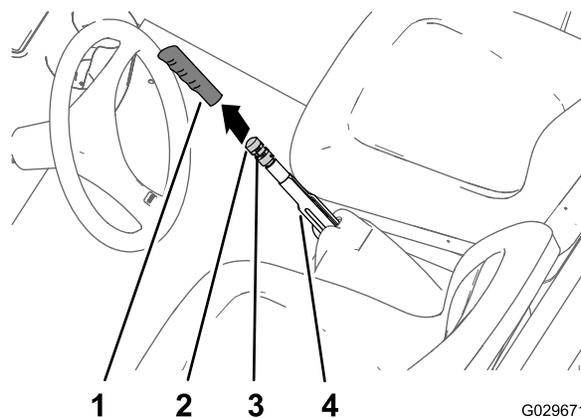

Рисунок 52
1. Снимите рукоятку с рычага стояночного тормоза (Рисунок 52).
2. Ослабьте установочный винт, который крепит ручку регулировки тормоза к рычагу стояночного тормоза (Рисунок 52).
3. Поворачивайте ручку регулировки тормоза до тех пор, пока усилие, требуемое для приведения в действие рычага стояночного тормоза, не достигнет 133-156 Н (Рисунок 52).
4. Затяните установочный винт и установите рукоятку на рычаг (Рисунок 52).
2. Ослабьте установочный винт (Рисунок 52), который крепит ручку регулировки тормоза к рычагу стояночного тормоза, выключите стояночный тормоз и ослабьте ручку регулировки тормоза.
5. Поворачивайте ручку регулировки тормоза (Рисунок 52) до тех пор, пока усилие,
- C. Поворачивайте ручку регулировки тормоза (Рисунок 52) до тех пор, пока усилие, требуемое для приведения в действие рычага стояночного тормоза, не достигнет 133–156 Н.
- Затяните установочный винт и установите рукоятку (Рисунок 52).